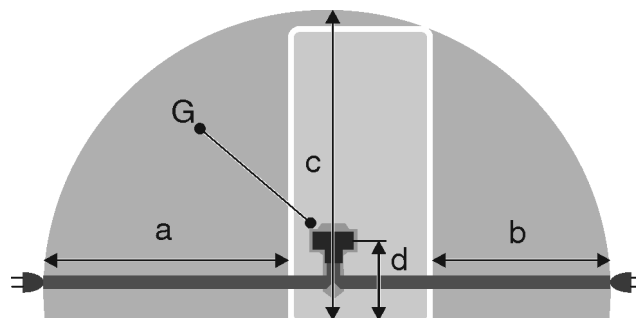

Fig. 21
- La prise de courant est en dehors de la zone postérieure de l'appareil dans la zone concernée. Fig. 21 (a, b, c)
- Introduire la fiche de l'appareil Fig. 21 (G) au dos de l'appareil. Veiller à bien les encliquer.